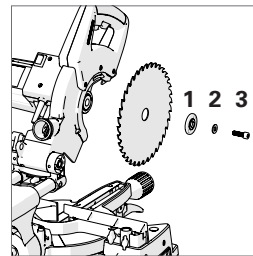

Abb. 20
Äußeren Flansch (1) (flache Seite auf die Maschine), Scheibe (2) und Spindelschraube (3) montieren. (Abb. 20)